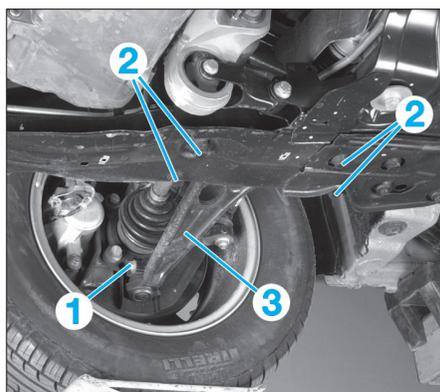

Fig. 6
- Déposer le boulon de bridage (1) du triangle sur le pivot (Fig.6).